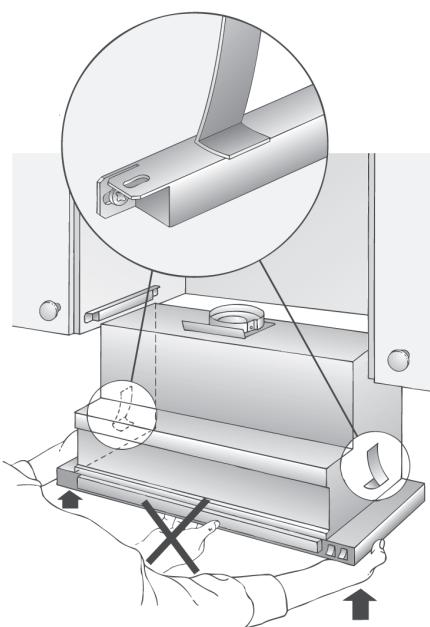

Рис. 13
9. При необходимости уменьшите перекрытие стены до необходимого размера (например, отшлифуйте) и укрепите основной шкаф (рис. 13).